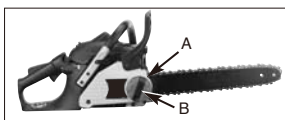

Fig. 4
1. Hold spissen på styreskinnen opp og vri justeringskjederingen (A) MED KLOKKEN for å øke kjedespenningen. Vri kjederingen (A) MOT KLOKKEN for å redusere spenningen på kjeden. Sørg for at kjeden passer godt helt rundt styreskinnen. (Fig. 4)
2. Etter at justeringen er gjort, og mens du fremdeles holder spissen på skinnen i aller øverste posisjon, strammer du sikkert til skinnens holdeknott (B). Kjeden har riktig spenning når det sitter stramt rundt hele veien og kan trekkes rundt av en hånd med hanske på. (Fig. 4)